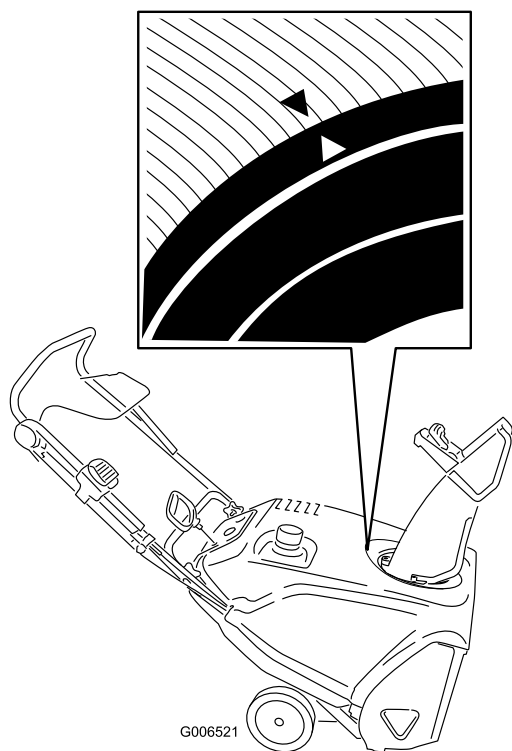

Figura40
3. Rotiți jgheabul de evacuare astfel încât să fie orientat drept înainte, iar săgeata de pe spatele jgheabului de evacuare să fie aliniată cu săgeata de pe carcasă (Figura40).